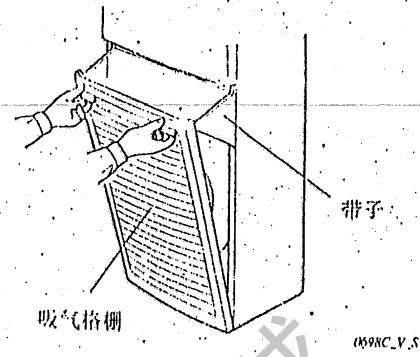

图 34
(8) 处理控制板内部的方法
① 打开吸气口格栅
- 抓住吸气口格栅的顶部两端往上提，然后抽出格栅。这样就能轻微地打开吸气口格栅的上部分。(图34)
- 拆卸用小钩固定格栅的2个短金属件，以便从机壳拆卸格栅。(图34)